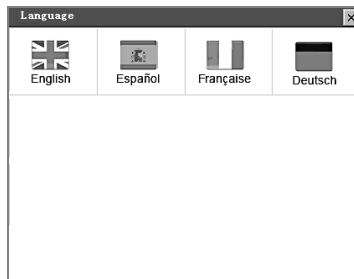

Figura 3.3
- 2) Utilice el botón de desplazamiento hacia **ARRIBA/ABAJO** para seleccionar el idioma deseado y oprima el botón **OK** para grabar su selección y volver al pantalla previa. Al momento ofrecemos tres opciones de idiomas. (Figura 3.3)